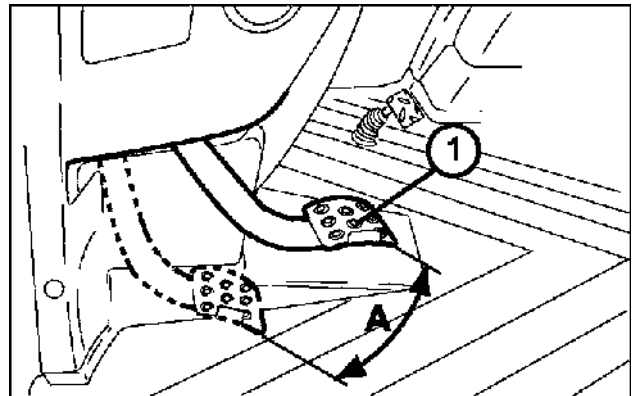

Рис. 7-19
Если работа педали сцепления (1) становится неудовлетворительной или сцепление проскальзывает, проверьте, что свободный ход педали (А) находится в диапазоне 1,5–2,5 см. (рис. 7-19).